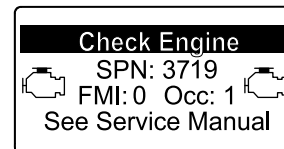

Figure 49
- Engine warning SPN 3719, FMI 0 (Figure 49)